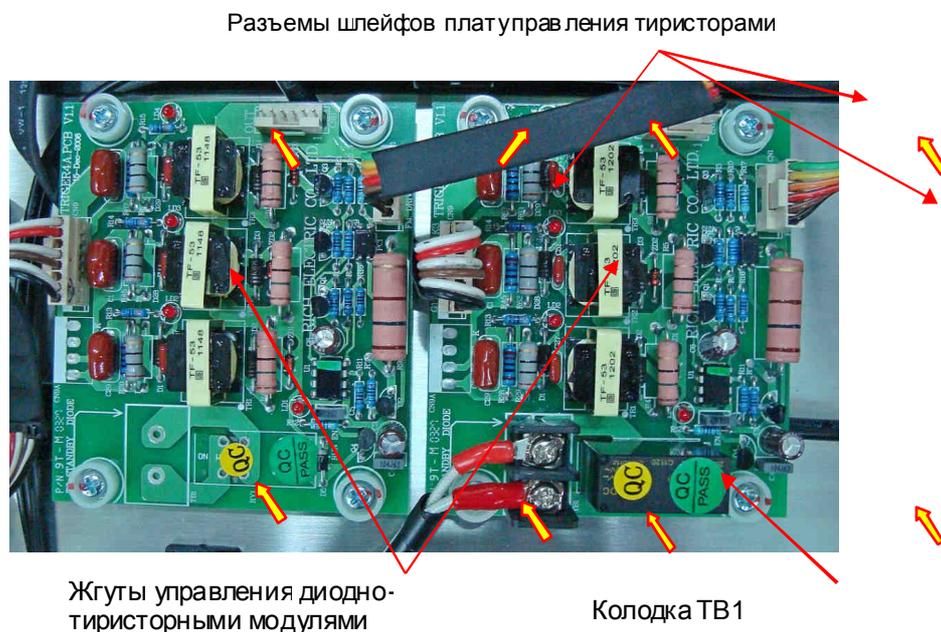

Рис. 7.11.
7.7.1. Установить платы управления тиристорами на их посадочные места и закрепить винтами (желтые стрелки, рис. 7.11).
7.7.2. Соединить провода резистора предзаряда с клеммами колодки ТВ1 в едущей платы управления тиристорами (рис. 7.11).
7.7.3. Вставить в разъемы на платах ответные разъемы жгутов управления диодно-тиристорными модулями (2 шт.) и разъемы шлейфов плат управления тиристорами (3 шт.) (рис. 7.11).